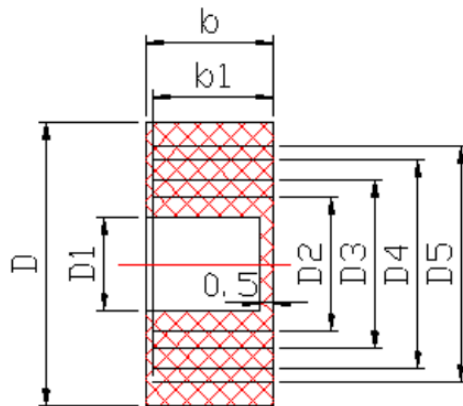

图 3
7.2.6 电缆的外径要与密封圈（图3）的孔径相符。使用电缆最小直径为D1，最大直径为D5，密封圈材质为橡胶XH-21，规格及尺寸见表4（可根据引入电缆外径大小剥去密封圈同心圆）。配合直径差不大于1mm，当压紧接线头后，应保证密封圈与电缆之间及密封圈与接线盒座之间无间隙，否则将失去防爆性能。